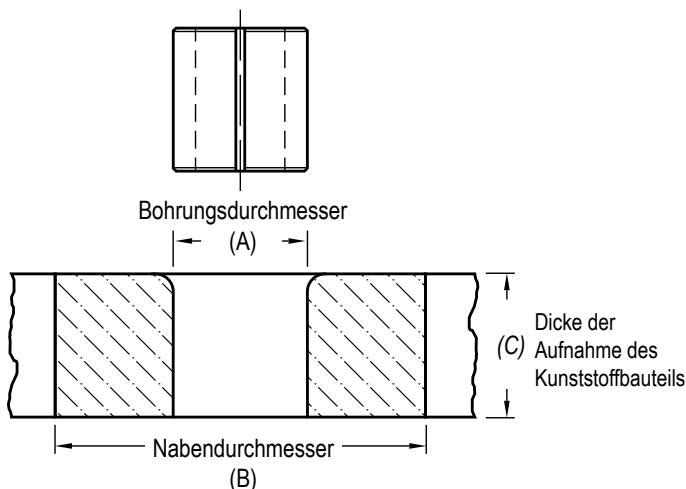

Abbildung 1
Obwohl geschlitzte Compression Limiter an den Stirnseiten eine angefasste Kante haben, sind diese auf ein Minimum beschränkt, um eine maximale Auflagefläche zu erhalten. Aus diesem Grund wird empfohlen, den Rand der Aufnahmebohrung im Kunststoffbauteil mit einem Radius auszuformen, um das Einführen zu erleichtern. Dieser Radius ist bei massiv wandigen Compression Limitern nicht erforderlich, da der Zentrieransatz kleiner ist als die Aufnahmebohrung. Die Aufnahmebohrung sollte konisch sein innerhalb der empfohlenen Bohrungsgröße für die Länge des Compression Limiter. Die Bauteile zur Aufnahme für längsgeschlitzte Compression Limiter müssen mit mehr als 60 % der Dicke des Kunststoffs innerhalb der Bohrungstoleranz liegen und einen Eingriff von mindestens 4 mm haben. Die Bohrungsgröße sollte den empfohlenen Minstdurchmesser nicht unterschreiten, um zu verhindern, dass sich der Längsschlitz des Compression Limiter beim Einbau vollständig schließt. Die Bauteile zur Aufnahme für massiv wandige Compression Limiter müssen vollständig innerhalb des empfohlenen Bohrungsdurchmesser liegen. (Siehe (A) in Abbildung 1)